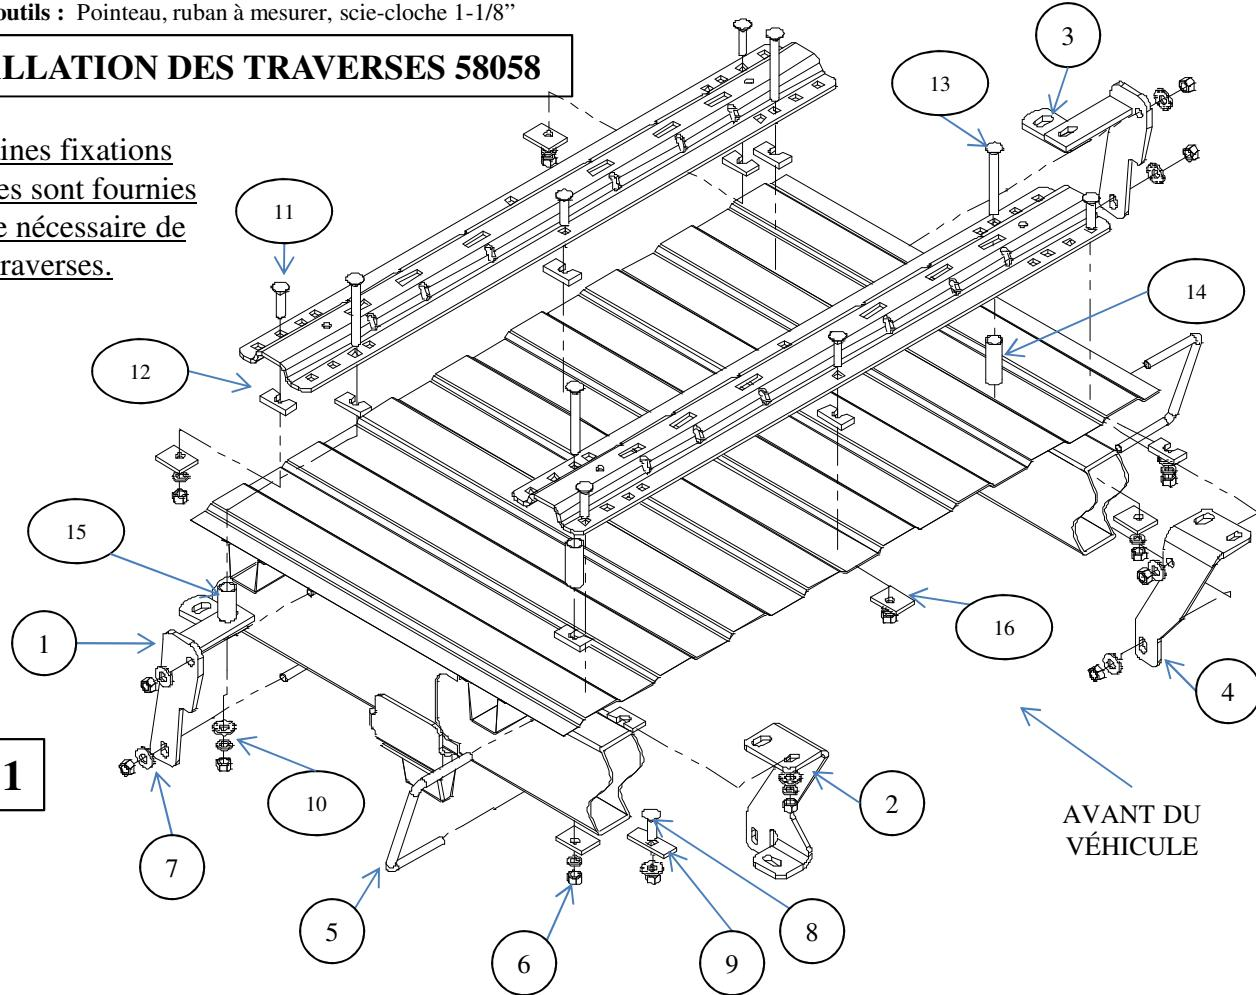

FIG. 1
Les numéros d'article proviennent des figures 1 et 2 de la page précédente.
5. Placer temporairement les supports de cadre arrière sur l'intérieur du cadre comme illustré aux Figs 1 et 2 et vérifier que les trous percés de 1/8 po s'alignent sur les fentes du support de cadre. Enlever le support de cadre du véhicule si les trous s'alignent. Sinon, ajuster les trous 1/8 po de façon qu'ils s'alignent correctement.
- a) Placer les supports arrière sur l'intérieur du cadre, comme illustré aux Figures 1 et 2.
8. Placer les deux entretoises 2,75 "long tube (14) dans les trous avant et repositionner le rail de montage sur les trous.
9. Poser les boulons de carrosserie 1/2 x 2 po avec les espaces en forme de U dans les trous arrière des supports arrière. Placer les espaces en forme de U entre le support et la plateforme, comme illustré à la Figure 1, afin d'éviter l'affaissement de la plateforme lors du serrage des boulons. Il se peut que les espaces en U doivent être posés sous la plateforme et au-dessus du support de cadre si l'on perce dans les sections hautes des ondulations de la plateforme.
11. Poser le boulon de carrosserie 1/2 x 2 po dans le trou central de la traverse arrière, comme illustré à la Figure 1. Placer un espaceur en U entre la traverse et la plateforme, et poser le boulon dans le bas à l'aide d'une plaque 1-1/2 x 2, d'une rondelle frein 1/2 po et d'un écrou hexagonal.
- a) Placer les supports avant sur l'extérieur du cadre, comme illustré aux Figures 1 et 2. Une partie des supports de cadre se trouveront sous le support de plateforme.
16. Poser les boulons de carrosserie 1/2 x 2 po et les espaces en U dans la rangée avant de la traverse, comme illustré à la Figure 1. Placer les espaces en U entre la traverse et la plateforme. Pour poser les boulons de carrosserie dans les supports de cadre avant, utiliser des rondelles coniques 1/2 po, des rondelles freins 1/2 po et des écrous hexagonaux. Poser les boulons 1/2 x 4-1/2 po dans les 2 trous arrière. Utiliser un boulon 2 po pour le trou central. Insérer des espaces tubulaires 2-1/16 po entre le bas de la plateforme et le support de cadre. Poser les espaces en U entre la traverse et la plateforme. Poser des rondelles striées, des rondelles frein et des écrous 1/2 po sur les boulons.